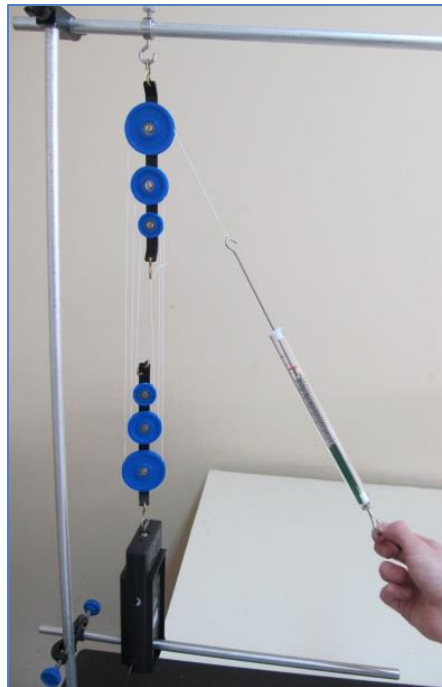

Figura 4: Montaje del polipasto con el sensor de fuerza Pasco y el dinamómetro.
3. Enrollar la cuerda alrededor de las poleas del polipasto. Colgar el polipasto del sistema base (ver figura 4).
4. Conectar en la parte inferior del sistema el sensor de fuerza. Fijar el sensor con una varilla al sistema base (ver figura 4).
5. En el extremo libre de la cuerda de arramar el dinamómetro, este medirá la fuerza externa aplicada al sistema, tal como se aprecia en la figura 4.